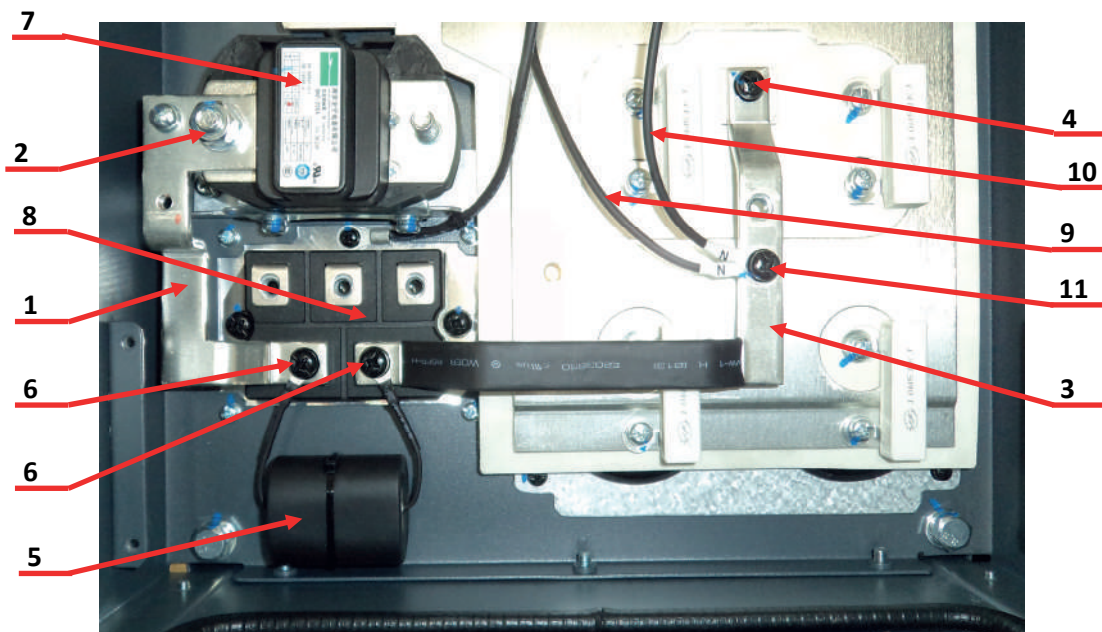

Рис.7.19
7.6.4. Установить шину поз.1 и зафиксировать её гайкой поз.2 на винтовой клемме контактора поз.7 (рис.7.19).
- 7.6.7. Закрепить винтом поз.11 на шине поз.3 кольцевые наконечники с маркировкой «N» кабеля 4.4.30 поз.9 и кабеля 4.4.31 поз.10 (рис.7.19).